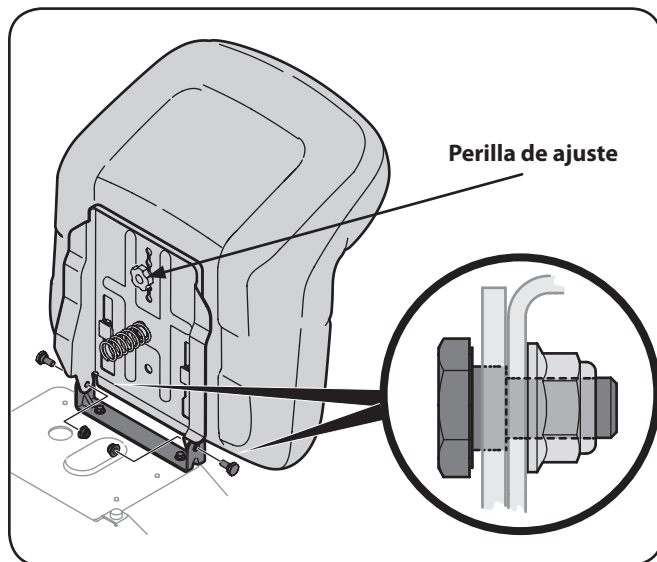

Figura 3-7
6. Instale los dos pernos con reborde y las tuercas de seguridad que extrajo del soporte de montaje del asiento en el Paso 1. Vea la Figura 3-7.
7. Para ajustar la posición del asiento, retire la perilla de ajuste que está ubicada en la parte inferior del asiento. Deslice el asiento hacia adelante o hacia atrás, según lo desee. Vuelva a ajustar el perno de ajuste. Consulte la Figura 3-7.